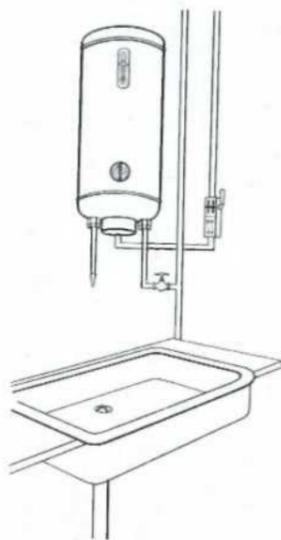

Fig. 1
I. Installation dite sans pression (fig. 1) :